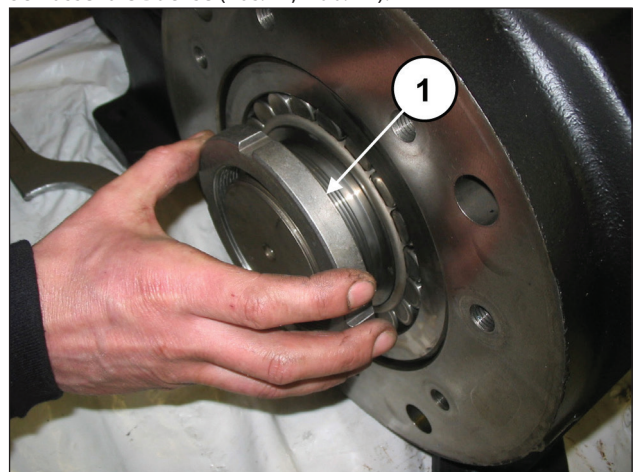
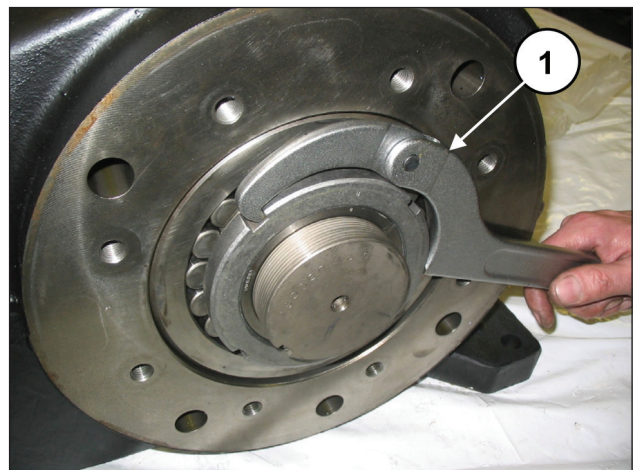

Abb. 20
Abb. 21
Drehen Sie eine Nutmutter Typ SKF KM19 auf die Druckbuchse (Pos. ①, Abb. 20) und lockern Sie dann mit einem geeigneten Schlüssel die Buchse (Pos. ①, Abb. 21).